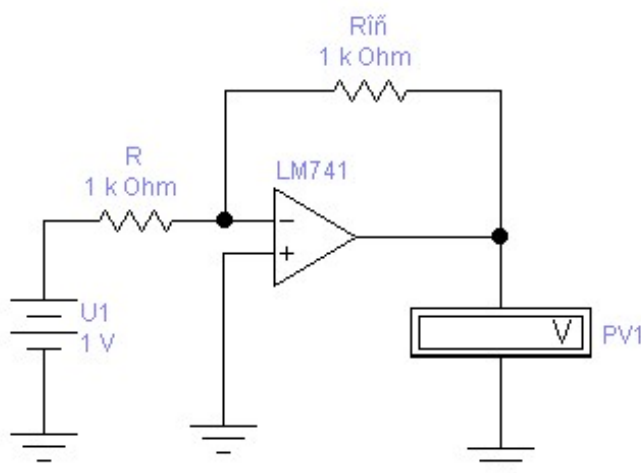

Рисунок 1 - Схема для исследования инвертирующего усилителя на базе ОУ
2.1. Соберите схему для исследования инвертирующего усилителя на базе ОУ (рис. 1).
2.5. Изменяя значения напряжения источника сигналов $U_{вх}$ (на рис. 1 обозначен как $U1$), запишите значения выходных сигналов $U_{вых}$ (показания вольтметра PV1) в таблицу 1.